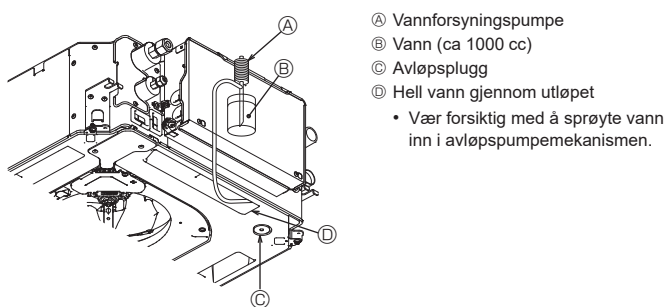

Fig. 8-6
8.4. Dreneringskontroll (Fig. 8-6)